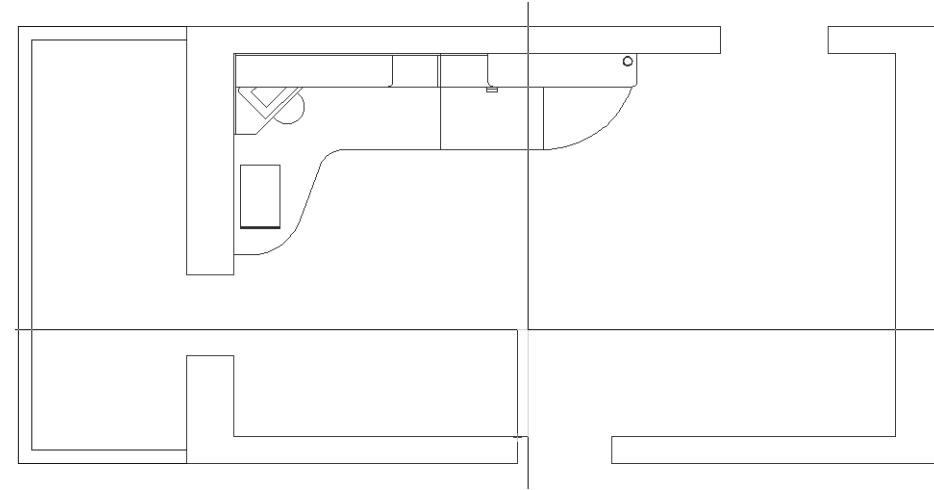

Рис. 7.7 ▼ Создание контура двери кабинета
2. Создайте прямоугольник, используя в качестве первой точки верхнюю оконечную точку левой вертикальной линии дверного проема шириной 700 мм (рис. 7.7).